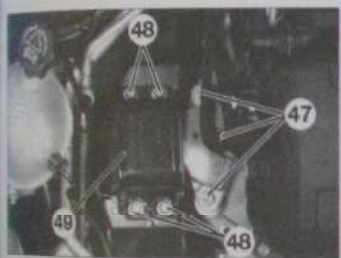

Fig. 89
- les vis de fixation (47) du support moteur droit (Fig. 89),
- les vis de fixation (48),
- le support moteur droit (49).